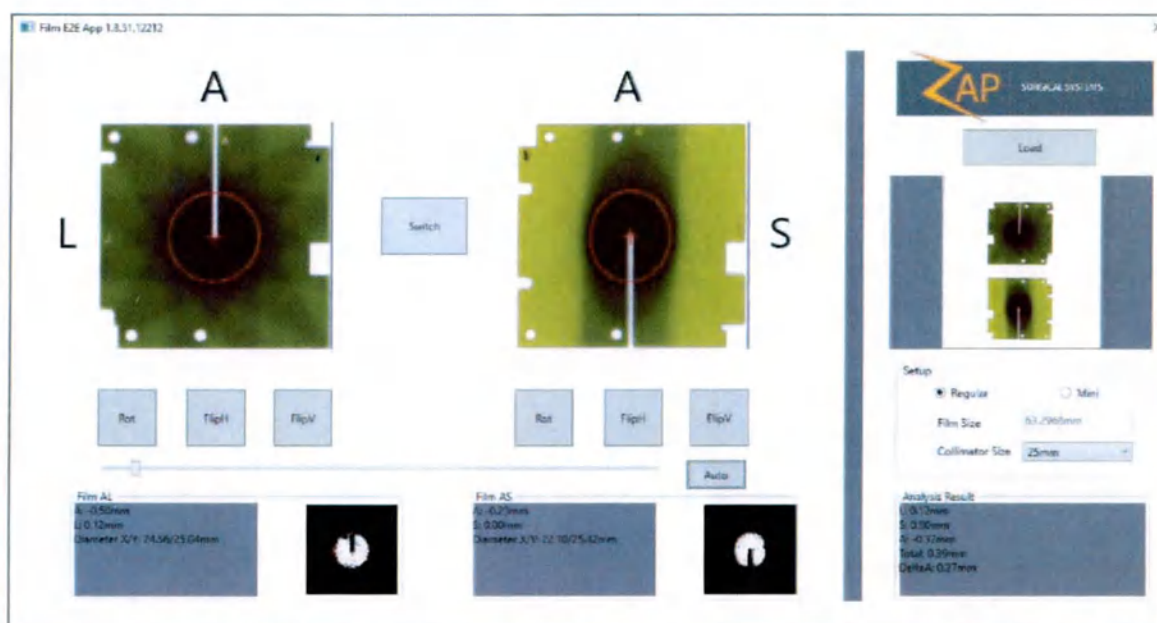

Рисунок 7-4. Программное обеспечение по анализу пленки
Пользователи могут выбрать имеющееся на рынке программное обеспечение по анализу пленки для выполнения анализа результатов комплексного испытания. Дополнительное программное обеспечение по анализу пленки, предоставляемое компанией Zap, можно использовать для вычисления погрешностей определения целей при комплексном испытании (см. рис. 7-4). Анализ пленки состоит из следующих этапов:
2. Добейтесь наименьшего абсолютного значения контура дозы путем перемещения ползунка влево от кнопки **Auto** (Авто) (см. рис. 7-4). Контур — наименьший с левой стороны, и наибольший — с правой стороны.